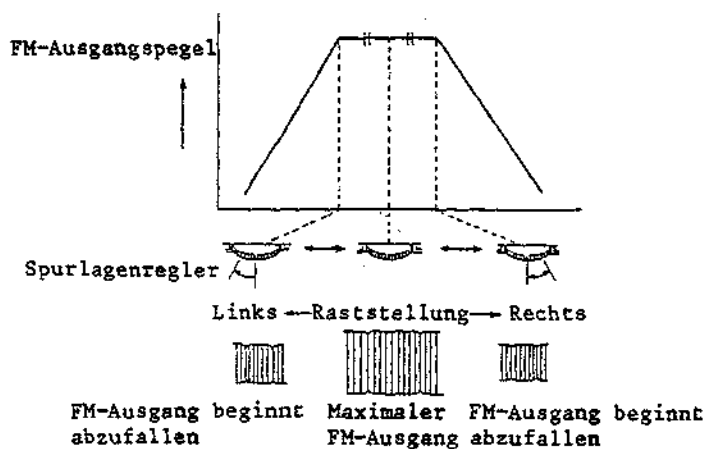

Abb. 3-14
- 9) Den Spurlagenregler in seine Raststellung (Mittelstellung) bringen und sicherstellen, daß die FM-Wellenform ein Maximum aufweist. Danach den Spurlagenregler nach links und rechts drehen und darauf achten, daß der FM-Ausgang bei gleichem Winkel des Spurlagenreglers nach links und rechts abzufallen beginnt. Werden die obigen Bedingungen erfüllt, dann ist der X-Wert richtig eingestellt (siehe Abb. 3-14).